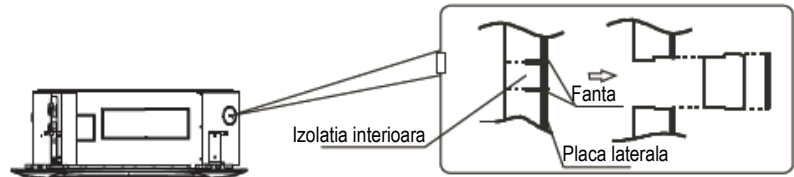

Fig. 5-4
- Taiati cu un cutter izolatia interna a gaurii decupate. (*consultati fig. 5-4*)